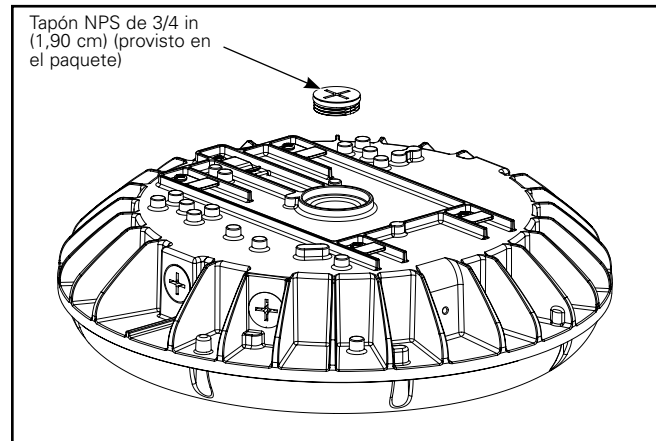

Figura 7.
- 3. Coloque los cables colgantes de alimentación dentro de la carcasa y retire el tapón de goma. Tape el conducto de entrada en la parte superior de la carcasa usando el tapón NPS provisto de 3/4 in (1,90 cm) (Figura 7). Ajuste la tapa a 10-13 pulg.-lb (1,12-1,46 Nm).